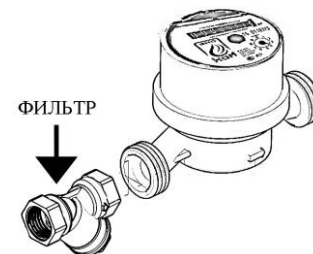

Рис. 3
5. Направление стрелки на корпусе счетчика должно совпадать с направлением воды в трубопроводе. *Рис. 3*